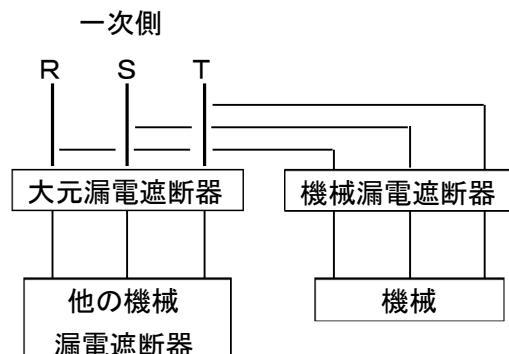

図 6-1
- ・落雷のおそれがあるときは、機械の元電源用漏電遮断器(3相 200V)を切ってください。制御部品、インバータが破損することがあります。機械専用で電気工事を行う場合には図 6-1 の要領で行ってください。